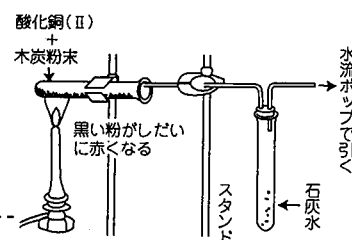

図2. 銅の精錬
(2) 発生する気体(SO_2)を過マンガン酸カリウム水溶液に通じるとどうなるか。
(3) (1)で生じた酸化銅(Ⅱ)に大さじ1杯の木炭の粉末を加えて試験管に入れ、図2のような装置で強熱すると銅が得られる。